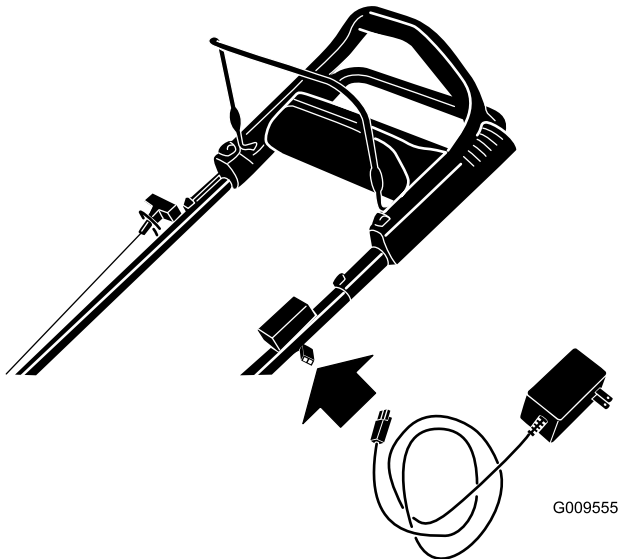

Bild 24
1. Schließen Sie das Ladegerät an den Kabelbaum an, der sich unter dem Zündschloss befindet (Bild 24).